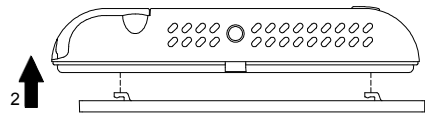

Fig. 3
- Décrocher la plaque fixée sur la base du thermostat en la poussant vers la gauche et en décrochant ainsi les ergots indiqués sur la Fig. 3.